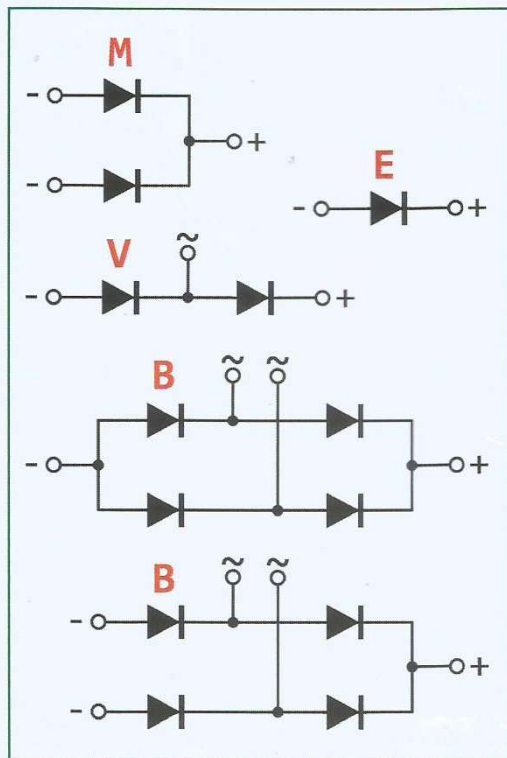

Figure 6.
**E** = configuration, comme indiqué à la figure 6 ;